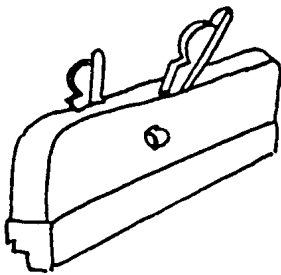

Fig. 3. Kittfalshyvel.
- Kittfalshyvel med förskår tillverkad på hyttan. Hyveln har fasta mått och skår en fals 9 mm bred och 7 mm djup (fig. 3).